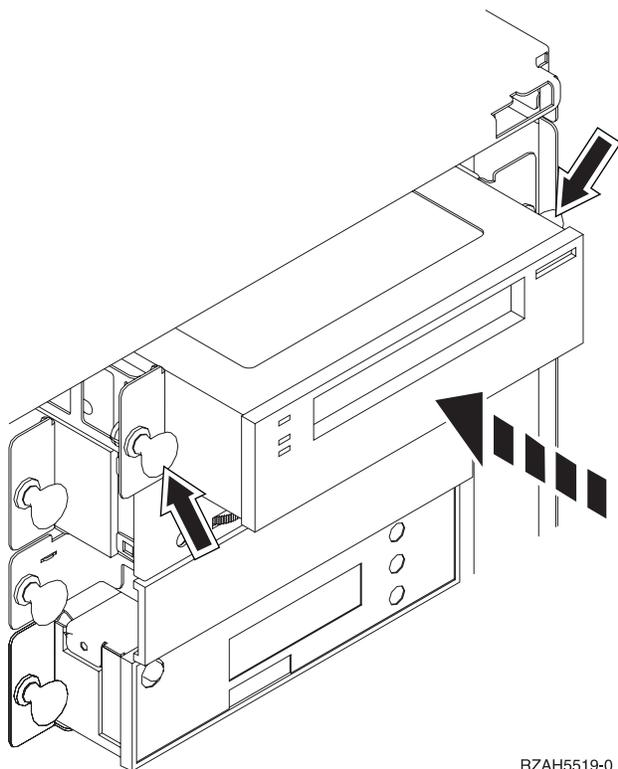

Figura 4. Installazione dell'unità supporto magnetico rimovibile
- 4. Allineare l'unità e farla scorrere nella parte anteriore dell'unità di sistema (Figura 4 a pagina 9) finché non aderisce al telaio dell'unità di sistema.